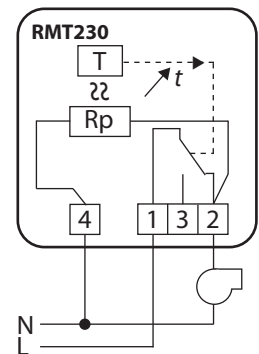

Fig. 6.
RMT versions with parallel accelerator Rp, will have a lower temperature differential when terminal ❷ is connected as shown in fig. 6 & 7.
Le thermostat RMT avec résistance anticipatrice a un faible différentiel de température pour assurer une régulation plus fine. Raccorder dans ce cas le borne ❷ comme indiqué Fig. 6 et 7.
På de RMT-udgaver som er forsynet med en parallelaccelerator Rp, opnås der en lavere temperaturredifferens, når klemme ❷ forbindes som vist på fig. 6 og 7.